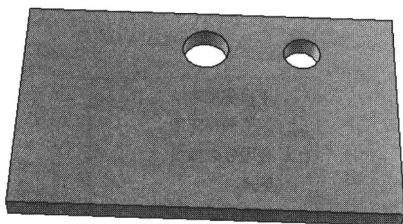

图 1-15 绘制第二个孔类圆柱体
Step8 绘制第二个孔类圆柱体。从“图素”设计元素库中拖入“孔类圆柱体”元素, 放置于厚板的合适位置; 右击包围盒的任意一个手柄, 在弹出的快捷菜单中选择“编辑包围盒”选项, 弹出“编辑包围盒”对话框; 设置“长度”为 10 (“宽度”自动为 10)、“高度”为 5, 单击“确定”按钮, 得到的第二个孔类圆柱体如图 1-15 所示。